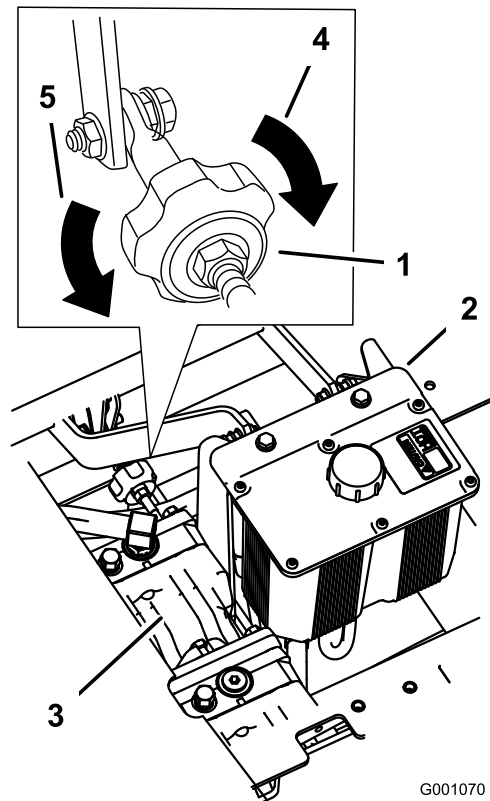

Bild 73
2. Stellen Sie die Länge der Pumpstange ein, indem Sie das Handrad an der Stange so weit in die entsprechende Richtung drehen, bis das Rad stillsteht oder sich leicht zurückdreht (Bild 73).